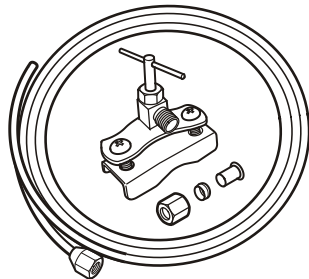

Figura 13
- Utilice un tubo de cobre con un diámetro exterior de 1/4 de pulgada para realizar la conexión entre la válvula magnética y la conexión de agua de la casa. **Este tubo no forma parte del suministro del aparato (Figura 13).**